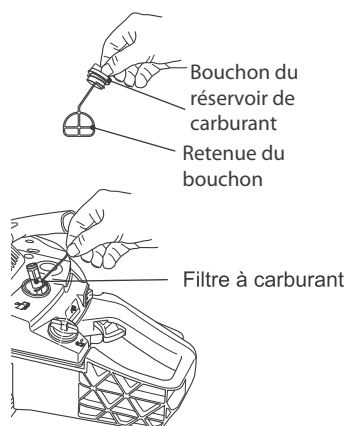

Fig. 57
- > Le réservoir de l'appareil est équipé d'un filtre situé à l'extrémité libre du tube à carburant (Fig. 57).